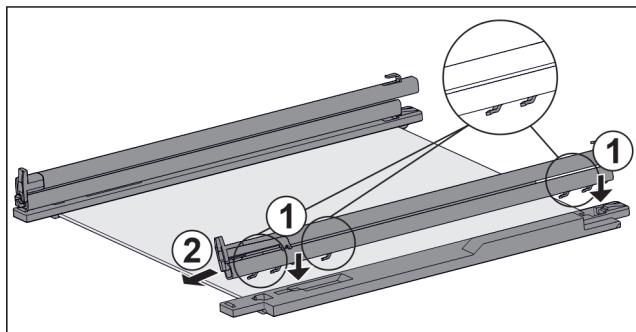

Fig. 63 Стеклопанель с направляющими и крепежными элементами
- ▶ Поместите крючки направляющей в отверстия **левого** крепежного элемента. Fig. 63 (1)
- ▶ Потяните направляющую вперед. Fig. 63 (2)
- ▶ Поместите крючки направляющей в отверстия **правого** крепежного элемента. Fig. 63 (1)